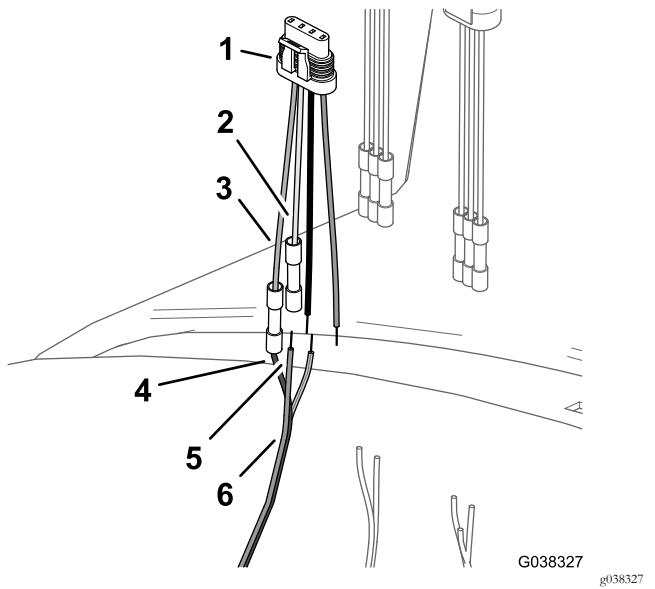

图39
3. 将 DIN 线束的棕色导线与喷洒率阀 4 针适配器的灰色导线对准 图 39 请参阅喷洒率阀的接线表。
6. 将 DIN 线束的蓝色导线插入喷洒率阀 4 针适配器绿色导线上的对接接头 图 39。